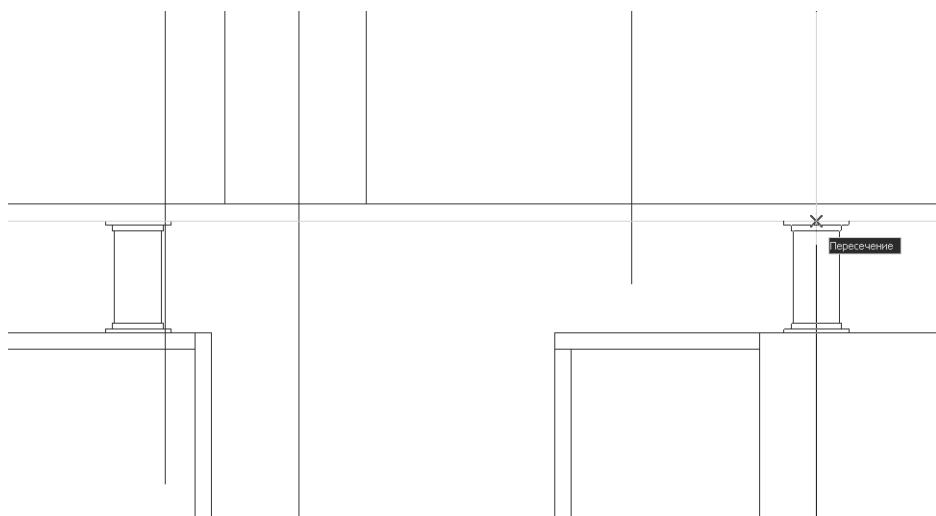

Рис. 8.28 ▼ Вставка чертежа опоры в точку пересечения вертикальной и горизонтальной линий
15. Повторите пп. 12–14 для создания чертежа опоры большой тумбы (рис. 8.28).